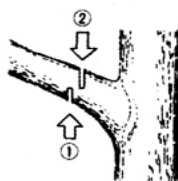

Fig. 16
- **POTATURA DELL'ALBERO:** Iniziare il taglio dal basso e finire dall'alto (Fig. 16).